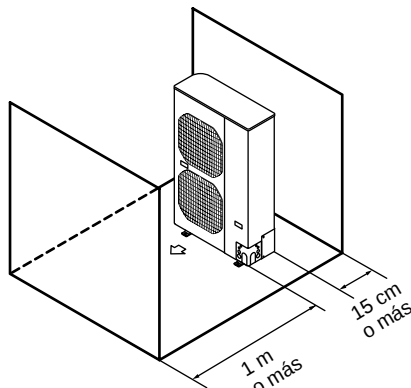

Fig. 2-6
- (2) Obstrucciones en el lado frontal y el posterior (e lado izquierdo, derecho y superior de la unidad se abren). (Fig. 2-6)